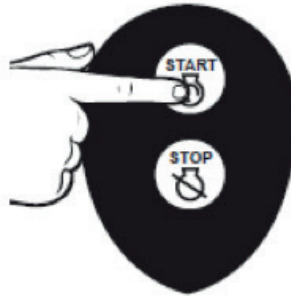

Figura 10: Remoto Inalámbrico – ENCENDER
- 5.Presione el icono START en el remoto inalámbrico (ver Figura 10).